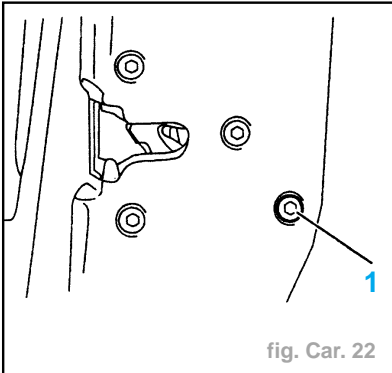

fig. Car. 22
- Déposer la fixation (1) (fig. Car. 22).